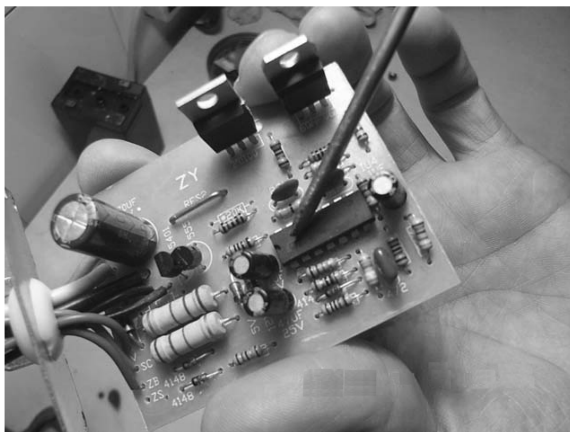

图 7-1 控制器芯片
2) 控制器芯片(见图 7-1)损坏。当怀疑控制器有问题时,可用万用表对以下部位和元器件进行检测:
① 检查芯片各引脚的电阻、电压是否正常,若异常,再检查与之相对应的外围元器件,若元器件损坏,应更换。
② 检查各种 MOS 管栅极电压与调速手柄的转动角度是否存在对应关系,若不存在对应关系,则表明控制器内 PWM 电路或 MOS 管驱动电路有故障,应进一步对 PWM 电路及 MOS 管驱动电路进行检测,更换损坏的元器件。
③ 检查芯片输入输出引脚的电压与调速手柄转动角度是否存在对应关系,若不存在对应关系,则说明芯片已损坏,应更换芯片。